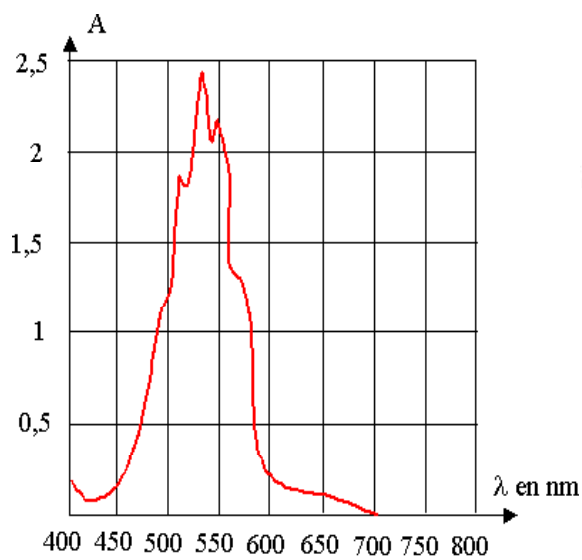

Figure 1
**Figure 1 :** l'ion permanganate  $\text{MnO}_4^-$  (aq) est mauve, on note qu'une solution de permanganate absorbe la lumière dans le milieu du spectre visible (entre le vert et le orange...) mais transmet les lumières rouges d'une part et bleu violet d'autre part.